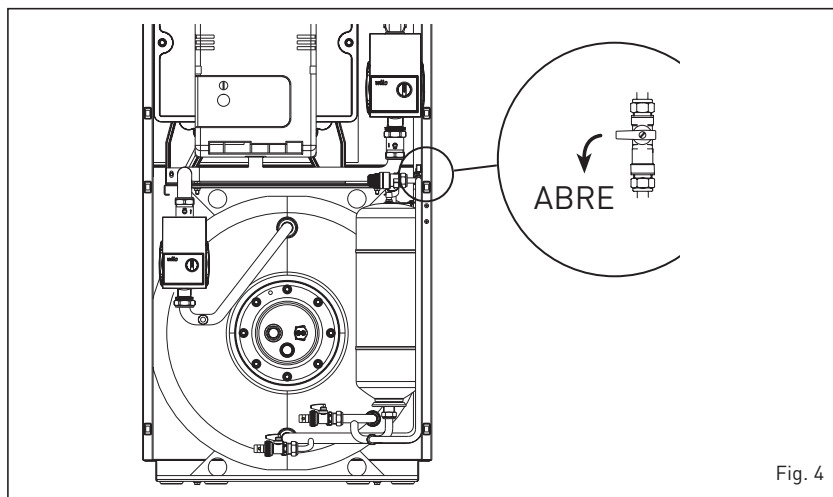

Fig. 4
2.2.1 Rellenado de la instalación (fig. 4)
Al terminar la operación controle que el grifo esté cerrado (fig. 4).